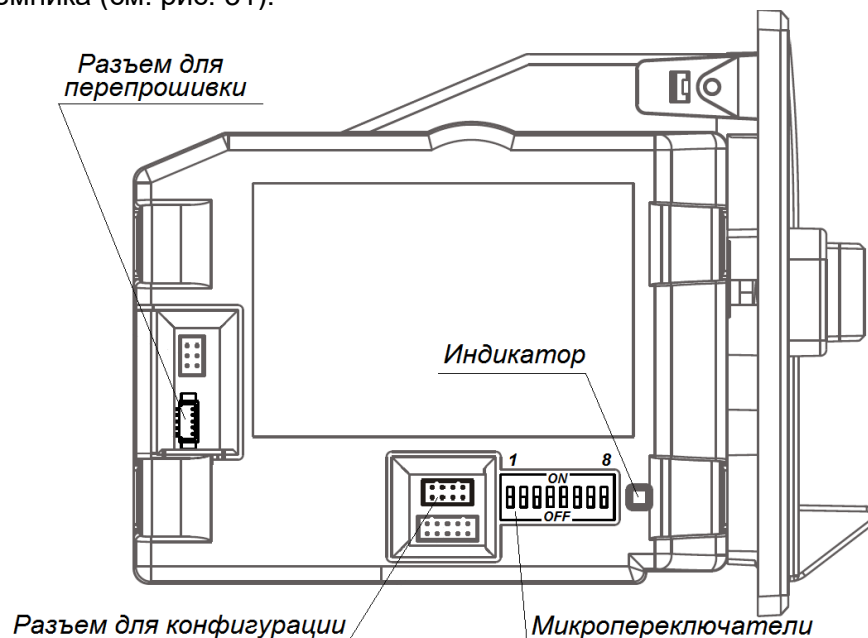

Рисунок 31. Расположение разъемов
1. Подключите монетоприемник к COM-порту ПК при помощи кабеля **WEL-R7U06** (имеется в комплекте поставки), разъем для подключения расположен на боковой панели монетоприемника (см. рис. 31).
2. Подайте питание на монетоприемник (контакты 1 и 2 клеммной колодки **XTU4**, см. рис. 23). Загорится индикатор (показан на рис. 31).
9. Проверьте положение микропереключателей на боковой крышке монетоприемника (см. рис. 31):